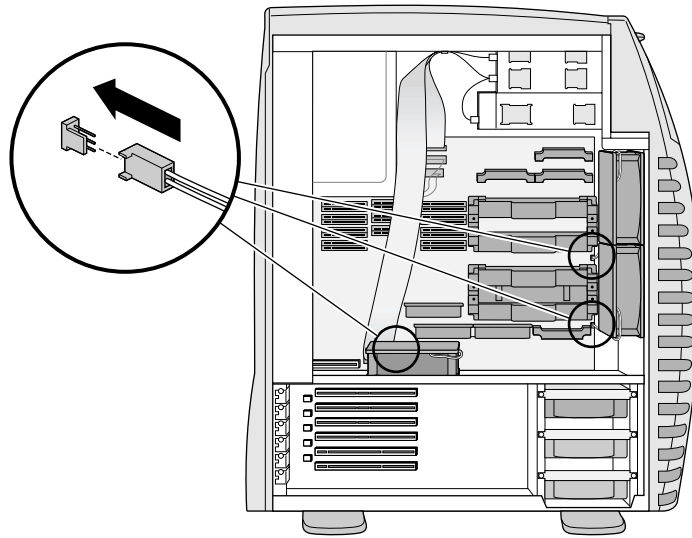

Figura 7-15 Instalando o cabo do ventilador
6. Conecte o cabo do ventilador à placa do sistema, como mostrado na Figura 7-15. O conector foi projetado para ser inserido apenas de uma maneira.